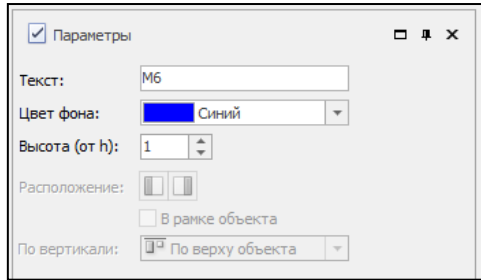

Рис. 6.10
12. К маршруту добавьте еще один объект. Выделите строку **Объект** и выберите команду **Номер маршрута**. Для добавленного номера маршрута назначьте параметры в соответствии с рис. 6.10.